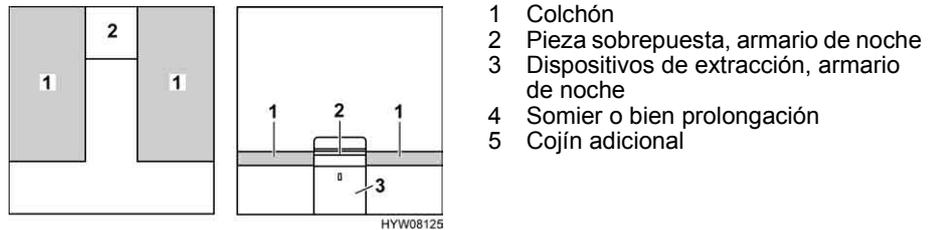

Fig. 136 Antes de la transformación
- Quitar la pieza sobrepuesta del armario de noche (Fig. 136,2) y depositarla a un lado.